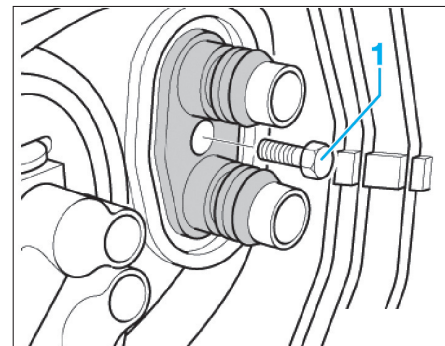

Fig. 19
- Déposer la vis (1) (Fig.19).